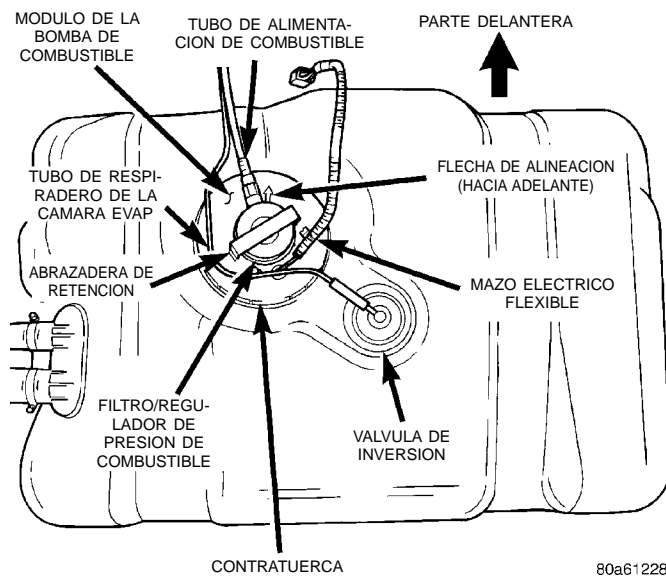
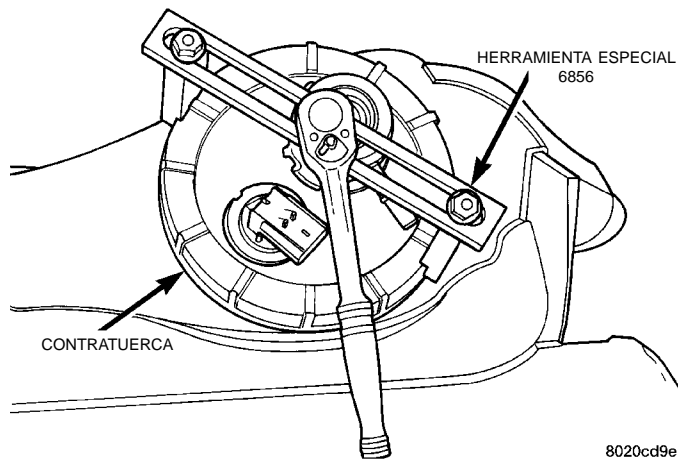

Fig. 25 Vista superior del depósito y el módulo de la bomba de combustible
Fig. 26 Desmontaje/instalación de la contratuerca—Característico
(1) Drene y retire el depósito de combustible. Consulte Drenaje del depósito de combustible en la sección Depósito de combustible de este grupo.
(2) Lave y limpie a fondo el área de alrededor del módulo de la bomba, para evitar que entre suciedad al depósito.
(3) La contratuerca plástica del módulo de la bomba de combustible está roscada en el depósito de combustible (Fig. 25). Instale la Herramienta especial 6856 en la contratuerca del módulo de la bomba de combustible y retire la contratuerca (Fig. 26). El módulo de la bomba de combustible saltará cuando se retire la contratuerca.
(4) Retire el módulo del depósito de combustible.